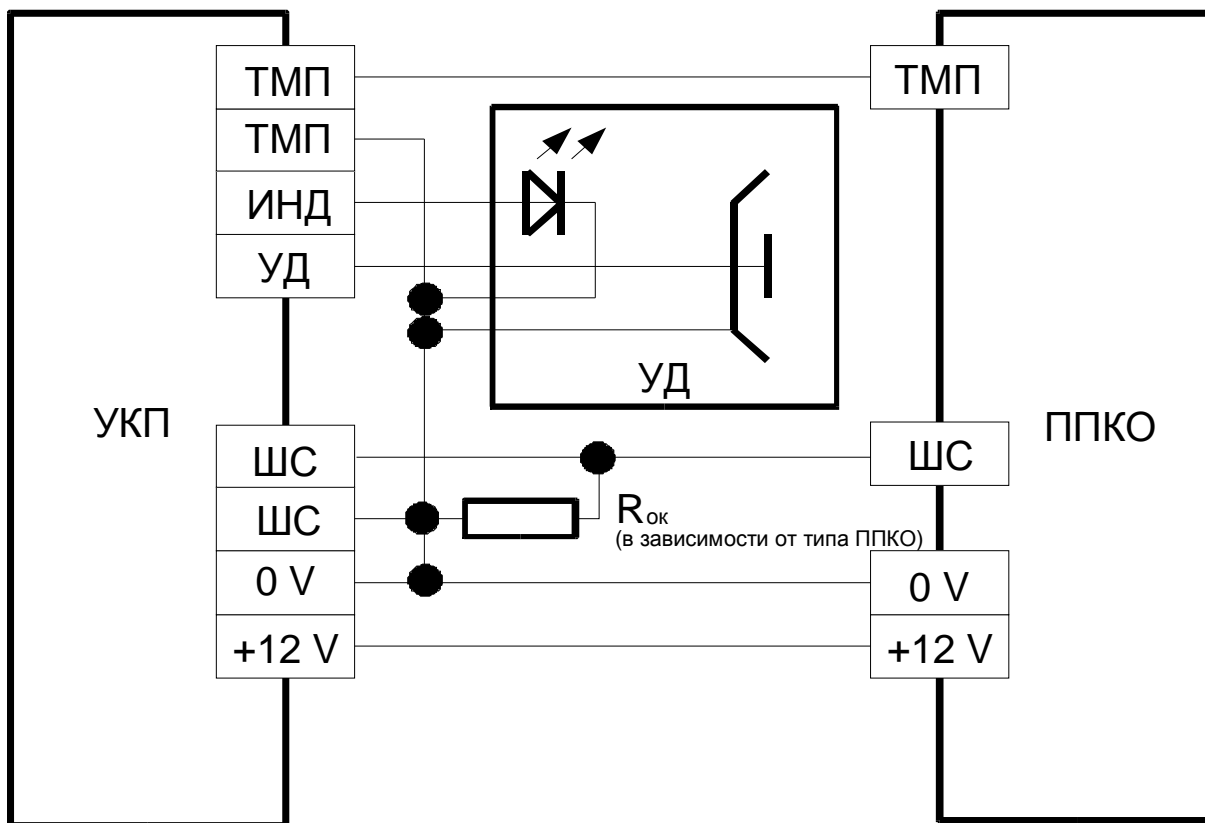

Рисунок 1 – Схема подключения к УКП исполнительного устройства и УД
1.5.2 УКП обеспечивает подключение исполнительного устройства и УД (рисунок 1):